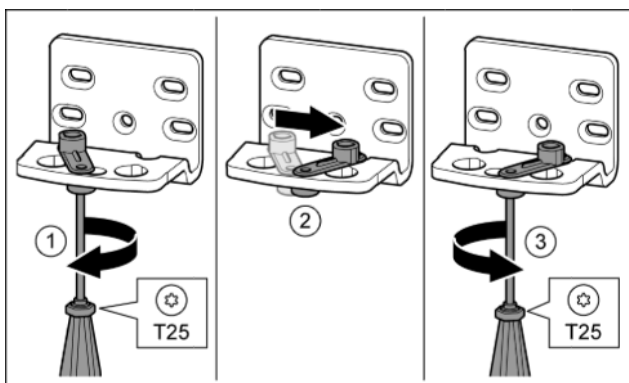

Fig. 15*
- ▶ Šroubovákem T25 volně přišroubujte šroub. Fig. 15 (1)*
- ▶ Zvedněte pomůcku zavírání dveří a v otvoru ji otočte o 90° doprava. Fig. 15 (2)*
- ▶ Šroubovákem T25 šroub pevně utáhněte. Fig. 15 (3)*